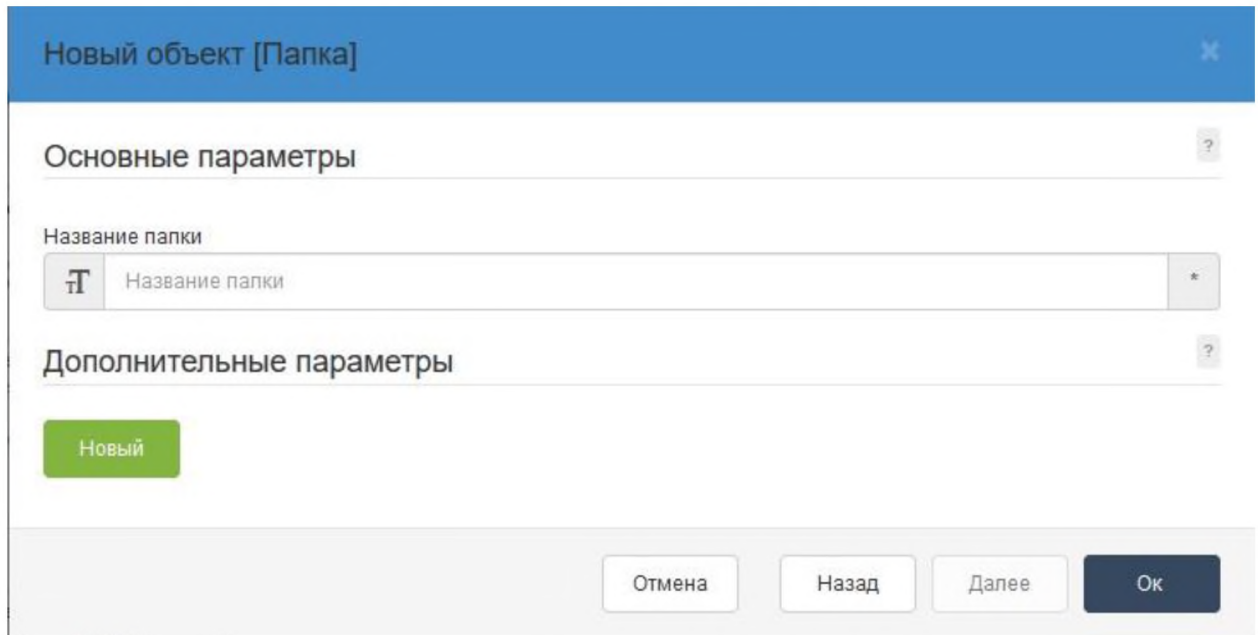

Рисунок 57 – Ввод названия завода
- 5) Введите название завода и нажмите **ОК** (рис. 57).